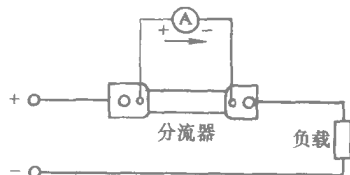

图 1-8 直流电流表附有分流器接线图
1) 测量直流电路中的大电流时，用一个数值很小的电阻（分流器）和直流电流表并联，然后再串联到电路中，如图 1-8 所示。